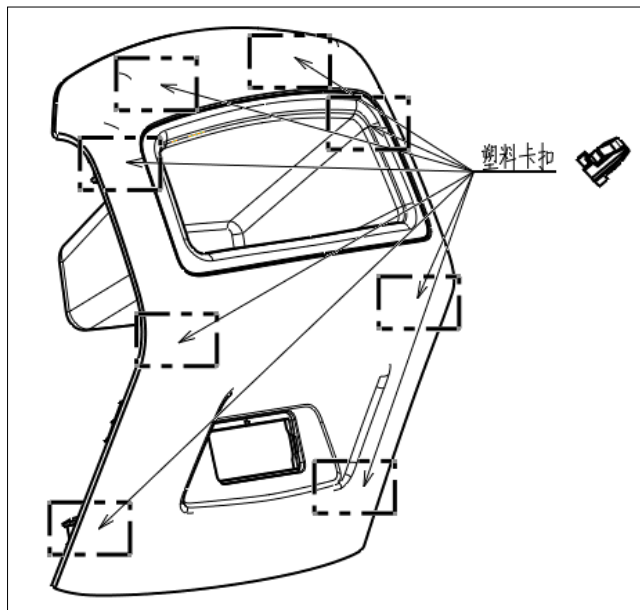

图 1.6.5 后饰板的拆卸
- (1) 后饰板的拆卸：用一只手把住后饰板的下边沿，从下往上用力把全部卡脚从安装孔中全部脱离，取出后饰板。如图 1.6.5 所示：